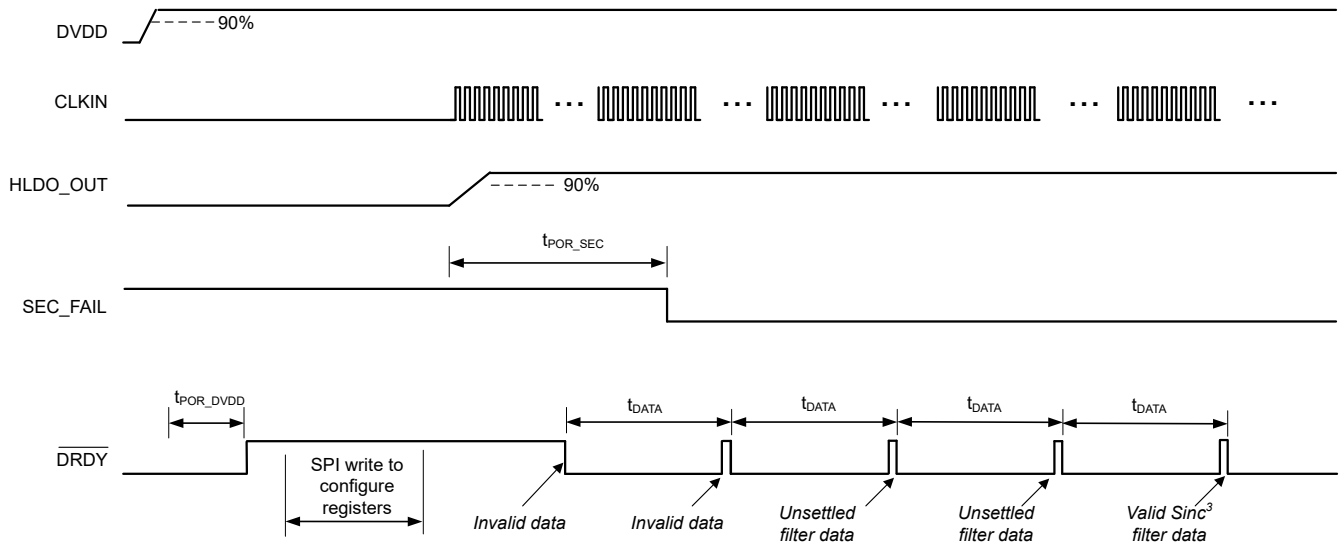
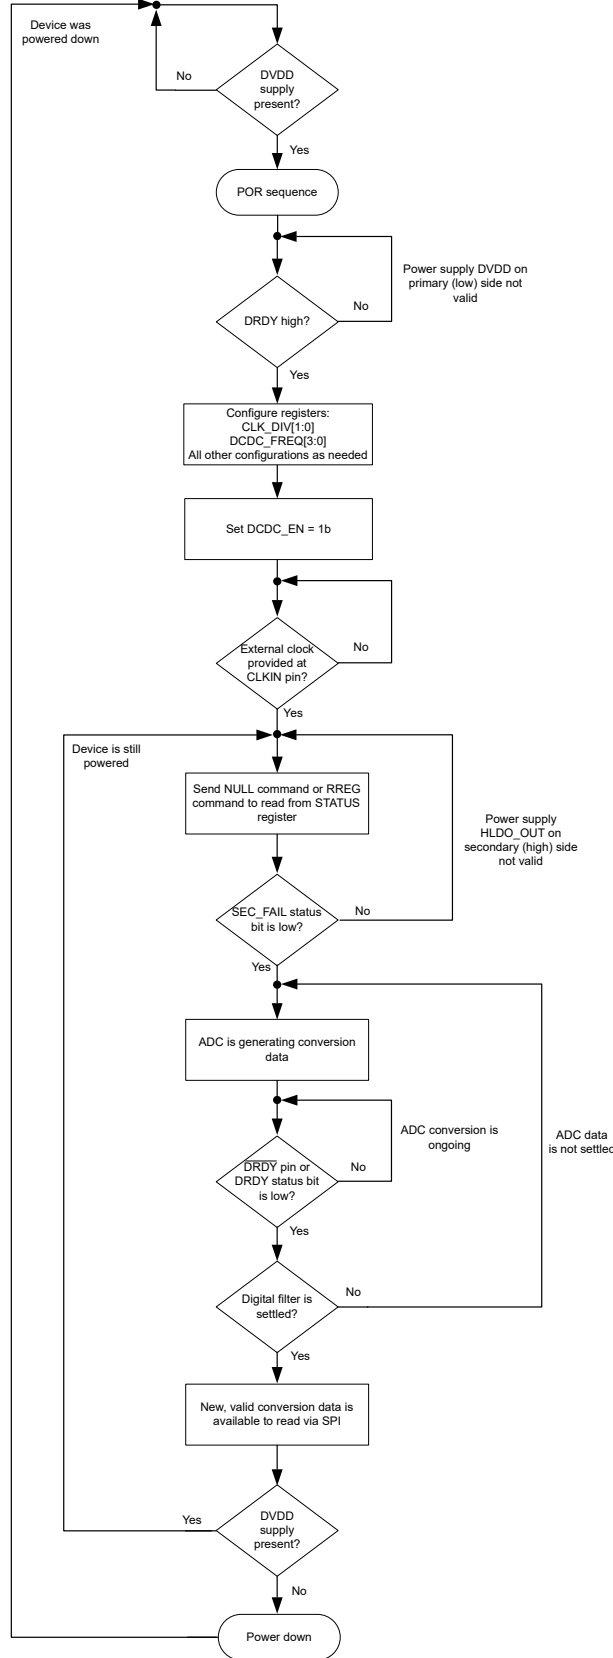

图 8-18. 上电启动行为和稳定时间，OSR = 1024
图 8-19. 上电启动过程的流程图
本节介绍了 AMC130M03 上电的推荐步骤。图 8-18 所示为使用此建议序列时器件行为的时序图。图 8-19 以图形方式提供了建议序列的流程图。
- $\overline{\text{DRDY}}$ 从高电平转换到低电平表示新的转换数据可用。如图 8-18 所示，只有 SEC_FAIL 在转换期间读取为 0b 时，ADC 数据才有效。图 8-18 中显示的前两个转换结果表示无效数据。
- 当 ADC 生成有效数据时，数字滤波器必须稳定，如 SINC^3 和 $\text{SINC}^3 + \text{SINC}^1$ 滤波器部分所述。图 8-18 中显示的两个后续转换结果是未稳定的结果（假设 OSR 等于 1024），而显示的最后一个转换结果提供了有效的稳定数据。
在图 8-18 中， $t_{\text{POR_SEC}}$ 是从启用直流/直流转换器到 SEC_FAIL 位的第一个下降沿的时间，其中后者表示 HLDO_OUT 引脚上的次级电源已稳定。 $t_{\text{POR_DVDD}}$ 是从 DVDD 电源 90% 到 $\overline{\text{DRDY}}$ 第一个上升沿的时间。